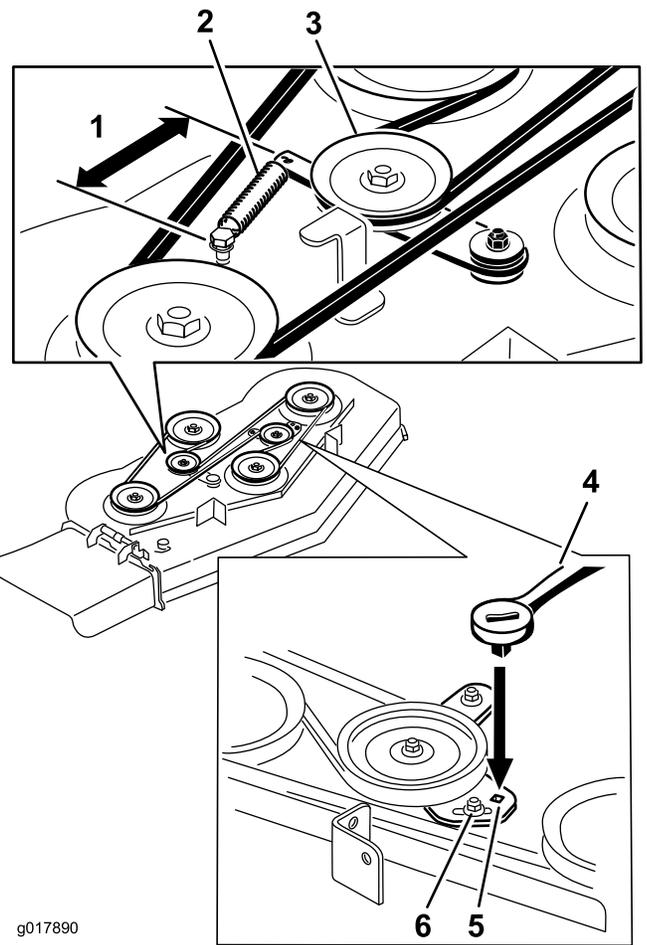

Figura 73
5. Retire la correa usada del cortacésped (Figura 73).
6. Instale la correa nueva del cortacésped alrededor de las poleas de la carcasa y la polea del embrague (Figura 73).
7. Utilizando la llave de carraca en el brazo tensor, apriete la polea tensora hasta que el muelle se extienda a una longitud de 6.5 pulgadas (165 mm) de un gancho a otro (Figura 73).